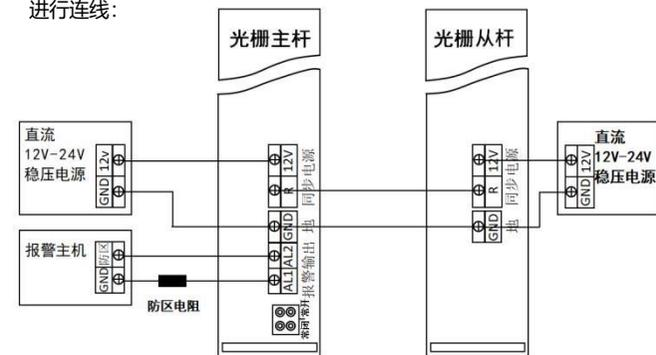
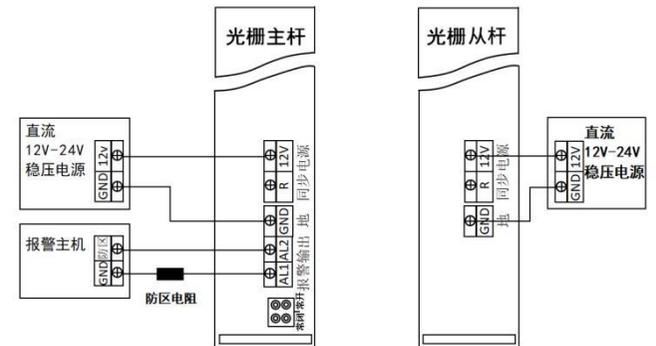
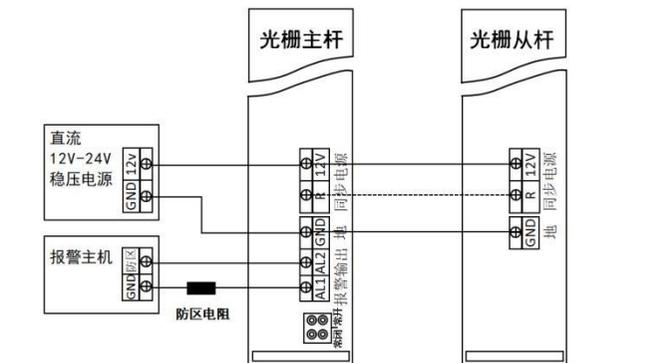

图4.主杆分别由当地电源供电时带同步线工作方式的接线
图5.主从杆分别由当地电源供电时, 免同步先工作方式的接线
图6.主/从杆采用同一电源供电时, 免同步线工作方式的接线
2.1 线路板的接线根据是否连接同步线, 单电源还是双电源供电方式, 共有图4、图5、图6三种不同的情况, 对应按如下3张图中适合的那张图进行连线: